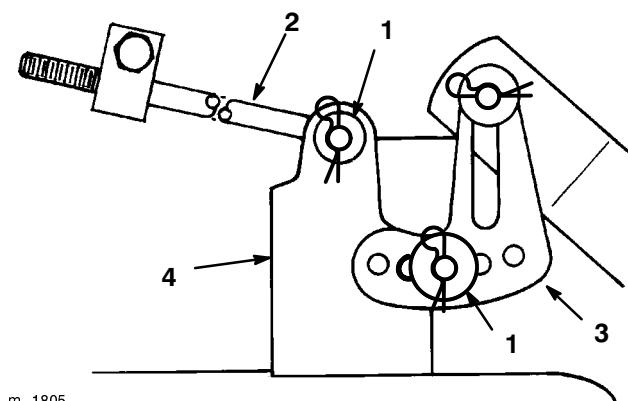

Figure 37
8. Enlevez la goupille fendue et la rondelle en haut de la patte de mise à niveau du plateau de coupe (Fig. 37). Dégagéz la patte de l'axe de montage. Répétez la procédure de l'autre côté du plateau de coupe.
9. Enlevez la goupille fendue et la rondelle de l'extrémité de la longue tige (Fig. 37) et glissez la tige hors du support du plateau. Répétez la procédure de l'autre côté du plateau de coupe.